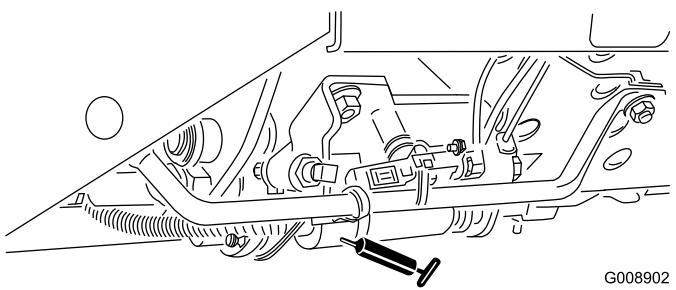

Bild 47
- Mähen-/Transportschieber (Bild 47)